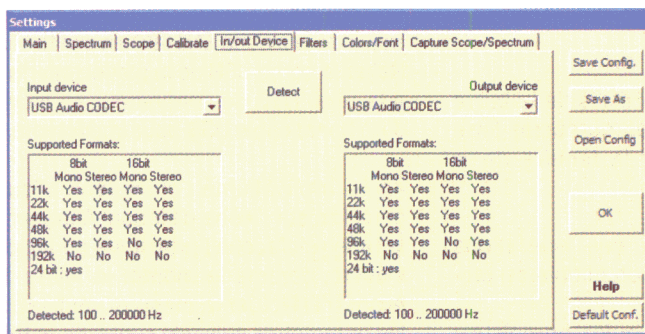

Figure 25 : Le poussoir In/Out Device permet de sélectionner la carte audio à utiliser pour gérer l'entrée et la sortie de la prise USB de l'ordinateur.
. Le poussoir In/Out Device permet de sélectionner la carte audio à utiliser pour gérer l'entrée et la sortie de la prise USB de l'ordinateur (voir figure 25).
- Pressez alors la touche In/out Device. Dans la fenêtre de la figure 25 qui est visualisée cliquez sur le poussoir Detect. Cela détermine un échange d'informations entre le convertisseur USB de la platine interface EN1690 et le PC et, une fois reconnue, celle-ci sera utilisée à la place de la carte audio de l'ordinateur.